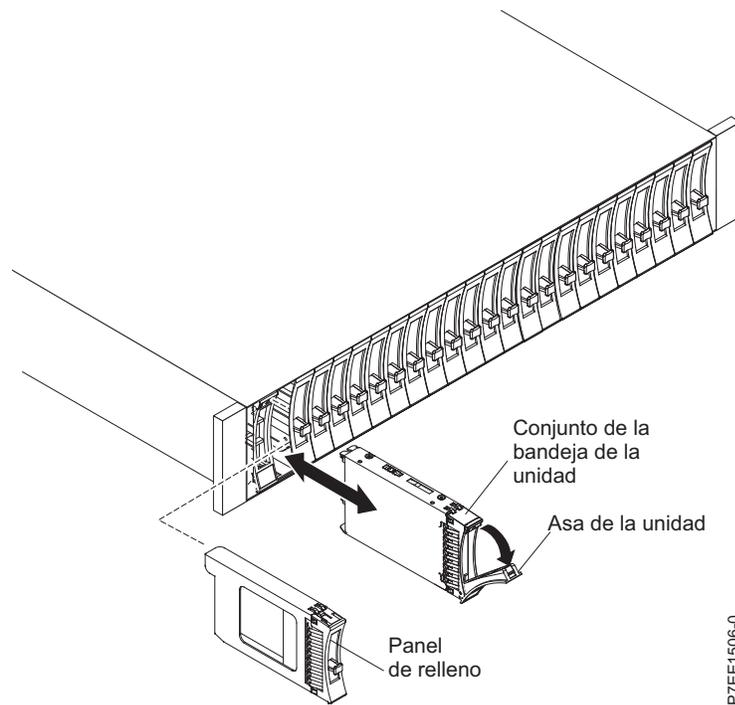

Figura 24. Extracción de una unidad de Alojamiento de unidad de disco 5887
4. Agarre la parte frontal de la unidad y tire de ella hacia fuera de la ranura, sujetándola por la parte inferior de la unidad, como se muestra en Figura 24.